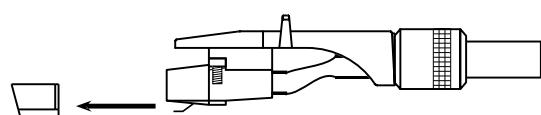

Fig. 6
随附的拾音系统配备了针防护装置，必须将其拆下才能运行和进行一些调整。请小心地向前拉出针防护装置 (图6)。如果不使用电唱机，则应重新安上针防护装置。
- 将防滑旋钮 (17) 设置为0。
- 拆除拾音系统的针防护装置 (图6)。
- 将锁定杆向右滑动，松开唱头臂锁定器 (12)。
- 通过转动唱头臂配重 (7)，使唱头臂悬浮，即不会下沉也不会上升。
拆除拾音系统的针防护装置（图6）。